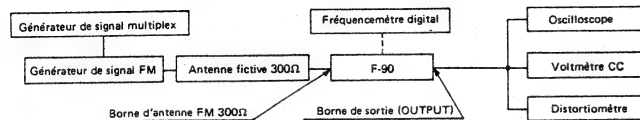

Fig. 11-3 Schéma de branchement pour le réglage FM multiplex
- Effectuer les branchements comme indiqué sur la Fig. 11-3.
- Placer le commutateur de modulation de fréquence (FM) sur marche (ON), le commutateur de limitation de fréquences moyennes FM (FM IF-BAND NARROW) sur arrêt, le commutateur MONO/SILENCIEUX/ARRET (MONO/MUTE/OFF) sur marche, et le commutateur de vérification de niveau d'enregistrement (REC LEVEL CHECK) sur arrêt.